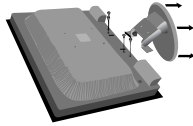

Figure R.2
- Retirez les quatre vis fixant le moniteur à son support et enlevez l'ensemble support comme indiqué (Figure R.2). Le moniteur est maintenant prêt pour un montage différent.